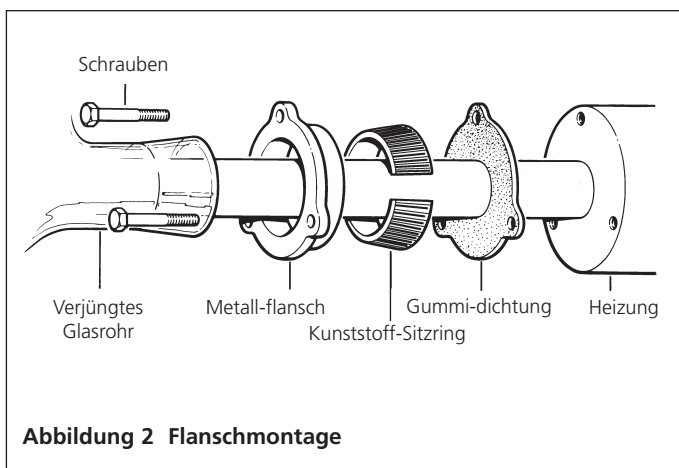

Abbildung 2 Flanschmontage
3. Nehmen Sie den Boiler W4000/B, das Heizelement und den Dichtungssatz W4000/GK zur Hand. Montieren Sie das Heizgerät nach Abbildung 2.